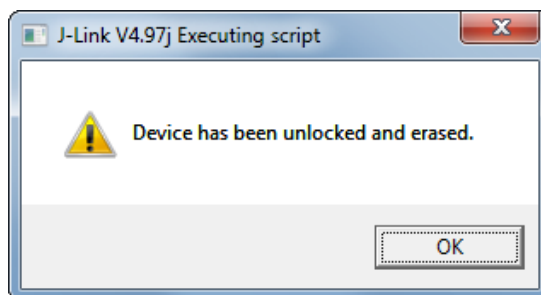

图 30. 器件已解锁且已擦除
单击对话框中的确定 (OK)，发出恢复出厂设置命令，这会擦除器件上的所有代码并开始下载已编译代码。完成恢复出厂设置后，将显示确认对话框（请参见图 30）。